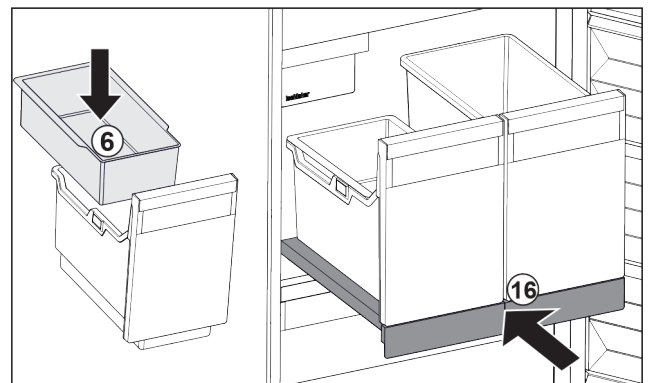

Fig. 130
- Einhängeschale Fig. 130 (6) für Eiswürfel einsetzen.
- Auszugsbord mit Behälter (IceTower) einschieben. Fig. 130 (16)